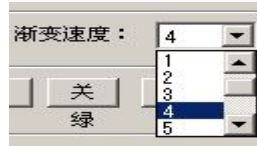

图 14
- 3) **渐变速度**：在此设置渐变速度的快慢，有 0~10 十一个等级可选，等级越大渐变速度越快，设置完成后要重新选择该组才能起作用。选项如图 14 所示。